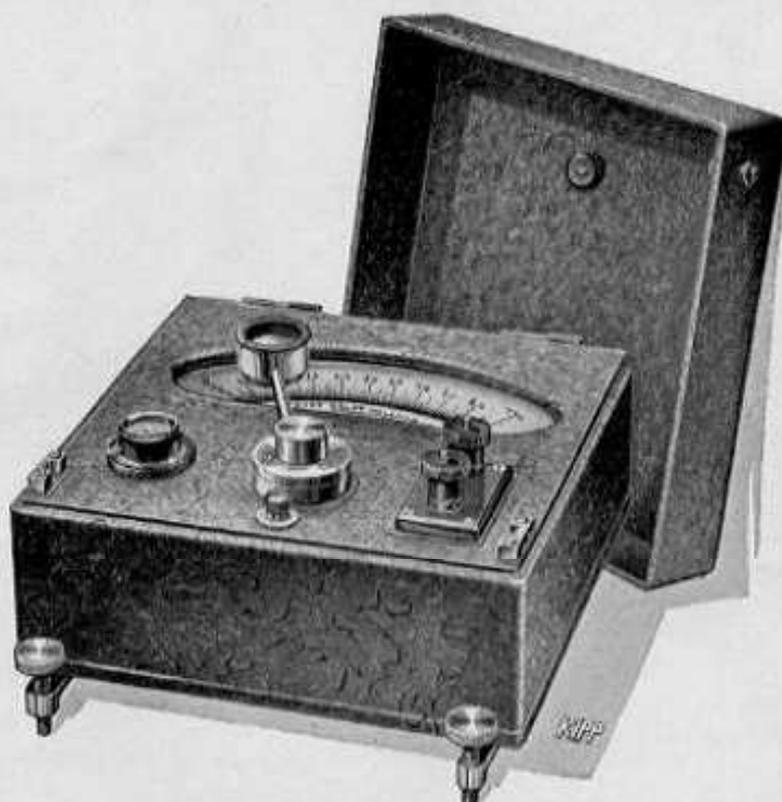

Fig. 15.
- No. A 38 Galvanomètre à aiguille, complet suivant fig. 15, avec zéro à l'extrémité de la graduation, sans loupe de lecture *Pointer*